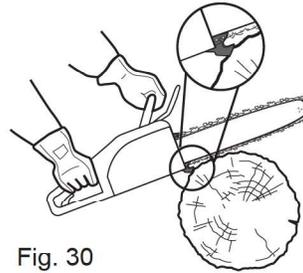

Fig. 30
- > La cadena de la sierra (3) debe estar funcionando a toda velocidad antes de que entre en contacto con la madera. Utilice el tope de protección (18) para fijar el producto sobre la madera antes de empezar a cortarlo y utilizarlo como punto de palanca durante el corte (Fig. 30).